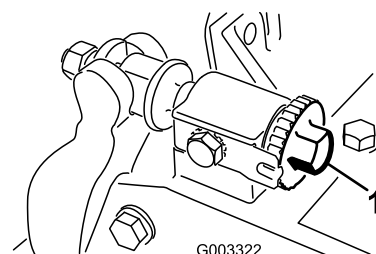

Bild 25
1. Lockern Sie den Kontakt zwischen Spindel und Untermesser, indem Sie die Einstellhandräder des Untermessers (Bild 25) nach links drehen, bis kein Kontakt besteht.